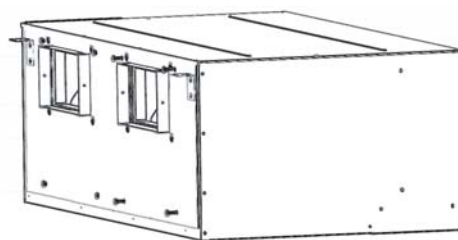

Рисунок 9-10
- 4) После этого один человек должен поддерживать узел снизу, а второй – завернуть винты М8, чтобы закрепить узел на передней панели. (Рисунок 9-10)